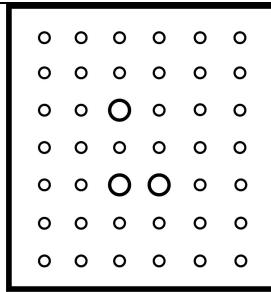

图 6-1 3DeVOK MQ 标定板摆放示意图
- 1、拿出布包中的标定板，按照图示方向放置在浅色的水平桌面上（如图 6-1 所示）。
- 注意标定板摆放方向应与图 6-1 及软件 UI 指示方向一致。错误的标定板摆放方向会导致第 6 步以后标定卡顿，**请务必检查方向！**